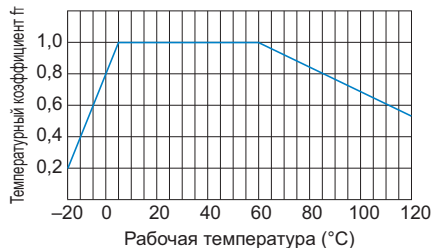

Рис.2 Температурный коэффициент
Рост температуры шлицевой гайки сверх пределов нормального диапазона уменьшает устойчивость гайки к образованию задиров и прочность материала. Следовательно, необходимо умножить допустимый динамический крутящий момент (T) на соответствующий температурный коэффициент, указанный на Рис.2.
f_T : температурный коэффициент (см. Рис.2)